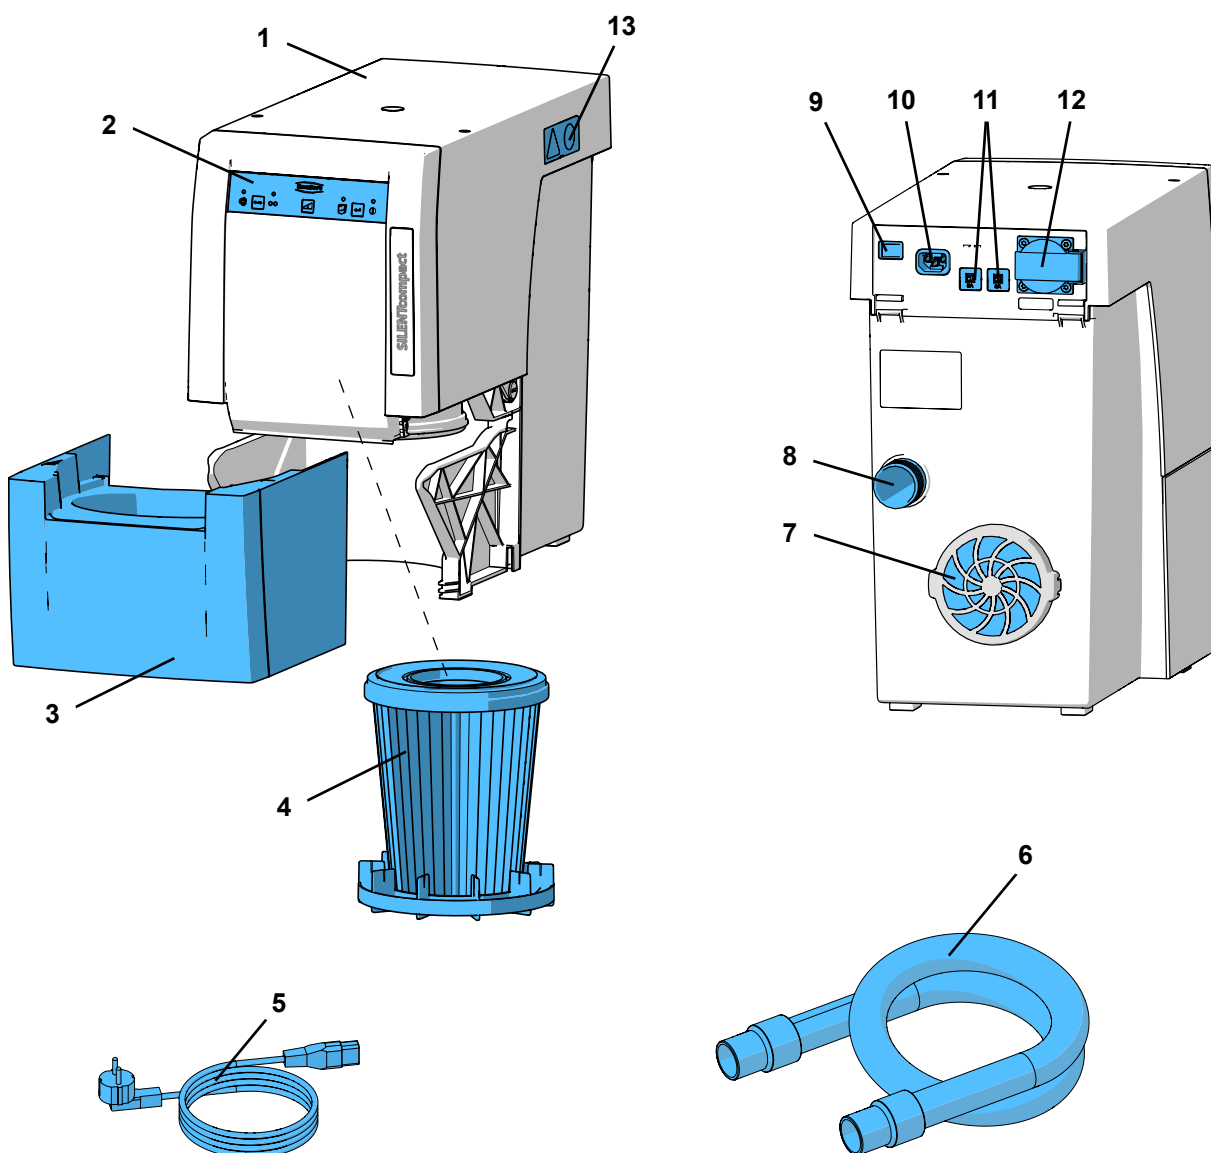

рис. 1
- вытяжное отверстие (7, рис. 1) оставалось свободным.
- ⇒ Выключите прибор, нажав на выключатель (9).
- ⇒ Вставьте сетевой кабель (5, рис. 1) в гнездо подключения к сети (10).
- ⇒ Натяните всасывающий шланг (6, рис. 1) на всасывающий патрубок (8).